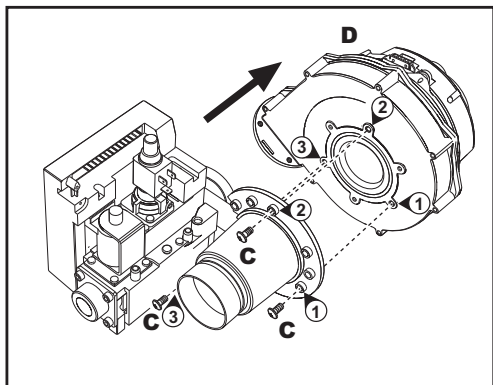

fig. 31 - modello FUTURIA N 125
6. Svitare le viti "C" e staccare il ventilatore "D" (fig. 31 - solo modello **FUTURIA N 125**)